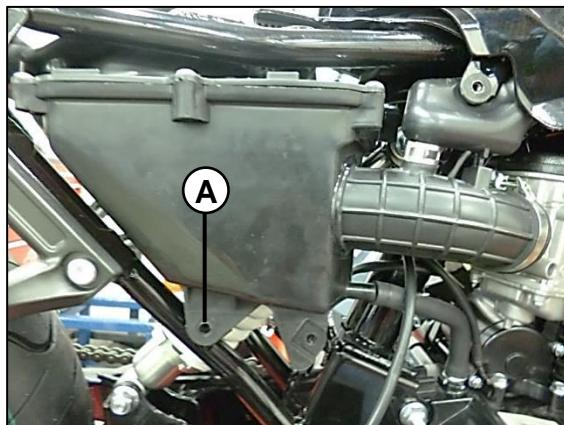

Fig.07
Desajustar tornillo (A) ubicado al lado derecho de la caja filtro y desacoplar mangueras y abrazadera de carburador. **Fig.07**